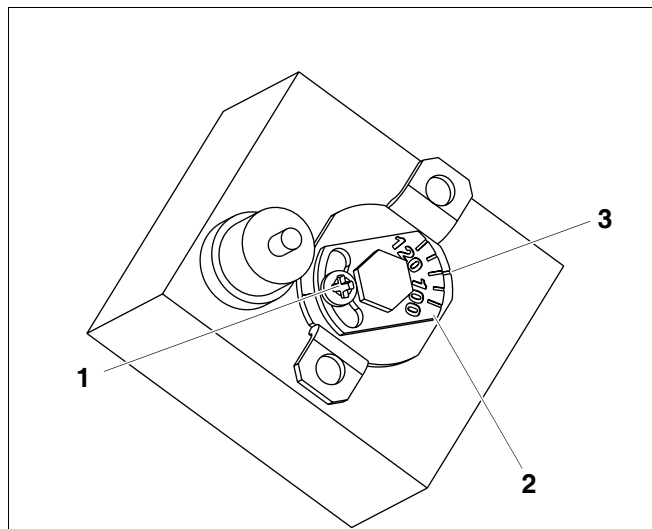

Bild 3 Variant A
2.2.1 bild 3 Variant A
- Lossa skruv (Bild 3, **Pos. 1**).
- Ställ plåtdel med temperaturskala (Bild 3, **Pos. 2**) på markering (Bild 3, **Pos. 3**).
- Skruva åt skruven (Bild 3, **Pos. 1**) igen.